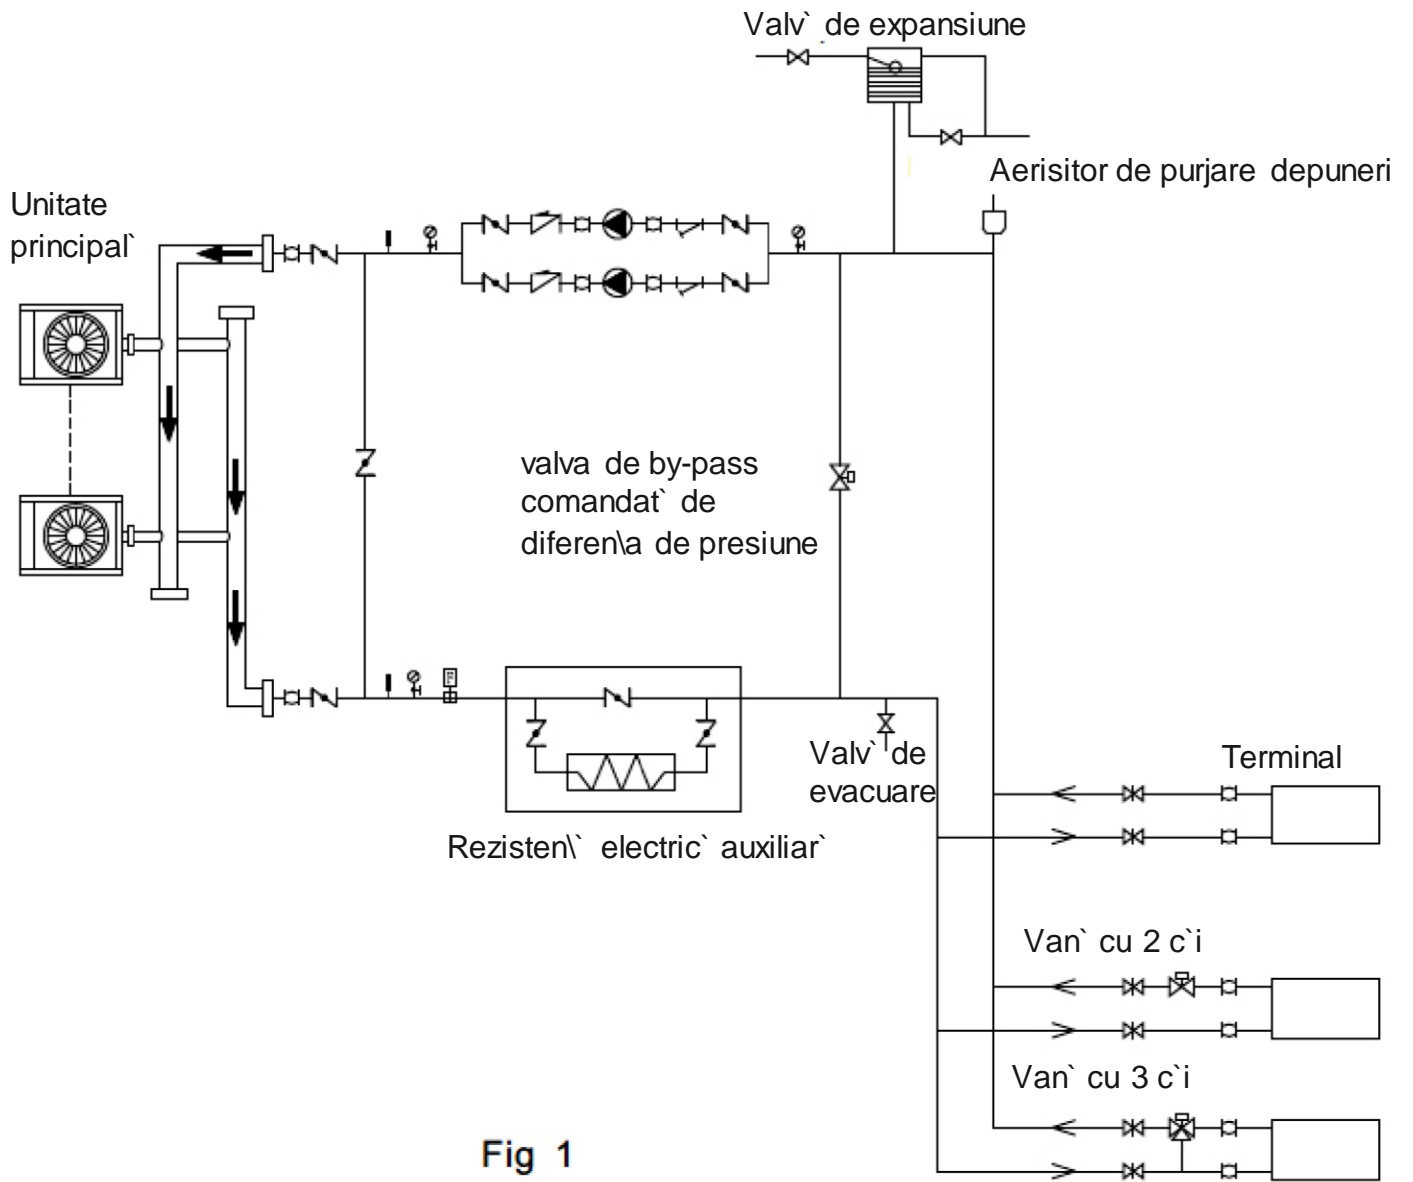
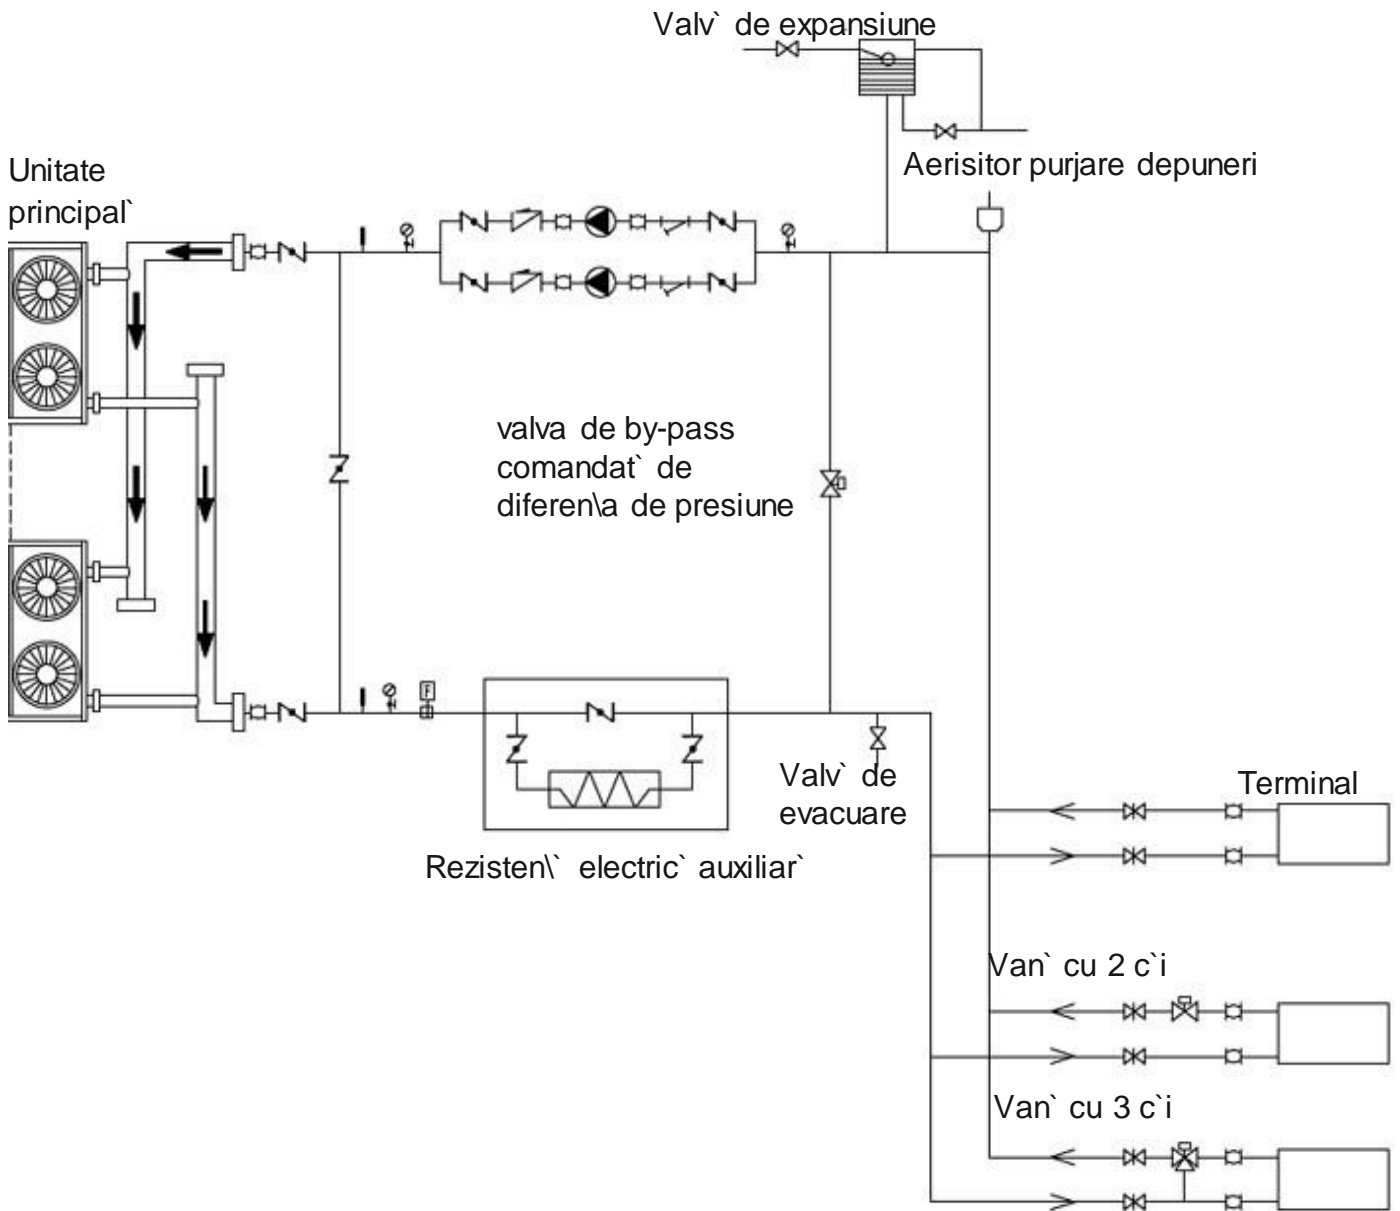

Fig 1
Fig 3
- h. Conductele de by-pass și valvele de by-pass așa cum sunt prezentate [în Fig.1, Fig.2, și Fig.3 vor fi montate la schimbătorul de căldură [în scopul de a realiza curățarea sistemului la exterior a conductelor de apă [nainte de a regla unitatea. [în timpul operației de întreținere, conducta de apă a schimbătorului de căldură poate fi [ntreruptă fără a perturba celelalte schimbătoare de căldură.